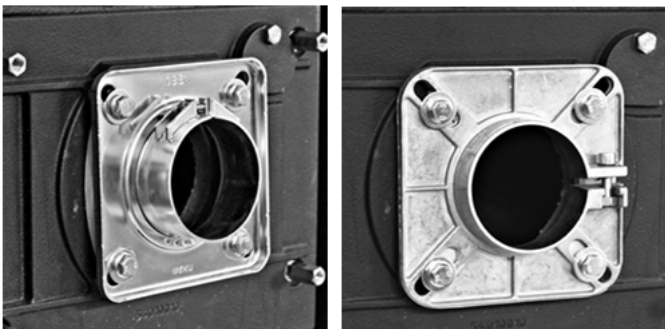

Abb. 3: Kesselflansch mit 2° Neigung (links) und Kesselflansch mit 3° Neigung (rechts)
- ➔ Beachten Sie die Markierung „OBEN“ (s. Abb. 3 links) bzw. „Pfeil nach oben“ (s. Abb. 3 rechts) auf dem Kesselflansch, um ihn auf der Kesselplatte korrekt zu positionieren.